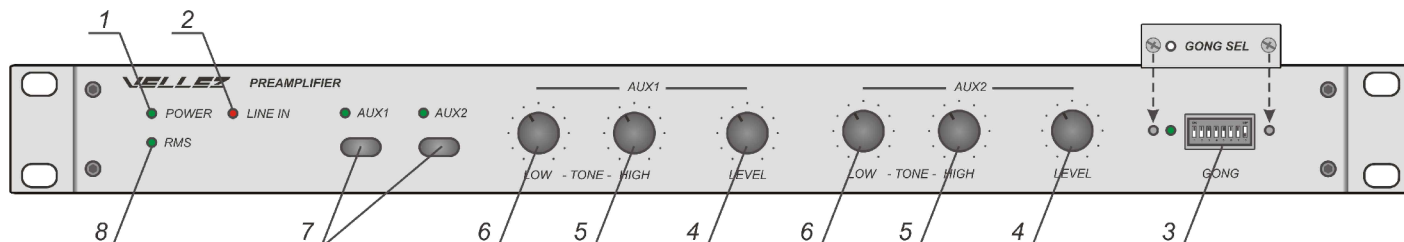

Рисунок 9
9.1 Размещение органов управления, контроля и индикации на передней панели предварительного усилителя трансляционного и их назначение приведено на рис. 9.